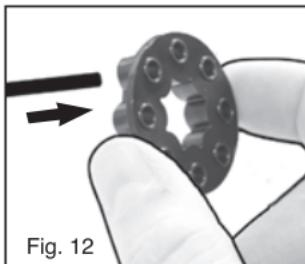

Fig. 12
- Utilizando baquetas de calibre .177, con cuidado empuje cada BB fuera del cargador (Vea **Fig. 12**).